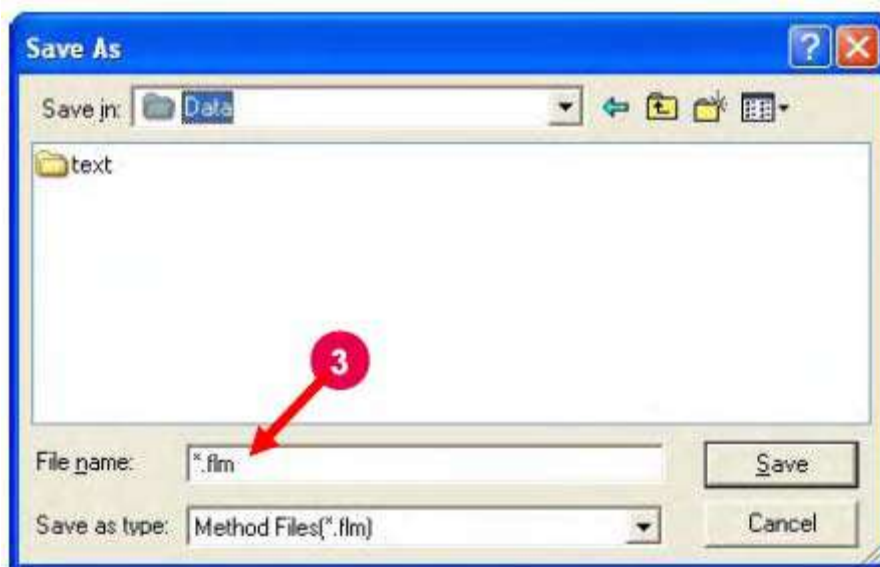

Рис. 8-12
- (4) Появится окно, показанное на рис. 8-12. Введите имя файла. (Смотрите (3) на рис. 8-12). Файл имеет расширение «*.flm».